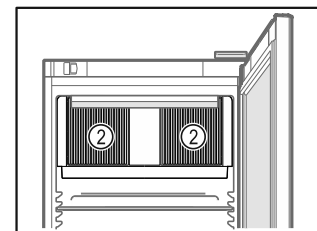

Fig. 41
- ❑ Дръжте вентилационните отвори Fig. 41 (2) на циркуляционния вентилатор във вътрешността свободни.